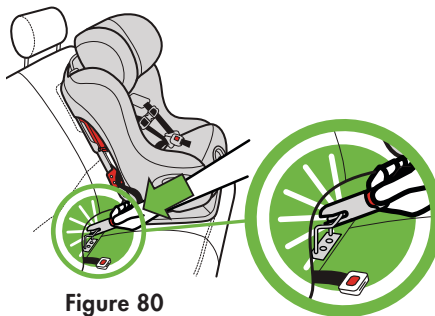

Figure 80
- Veillez que les boutons de réglage rouges du connecteurs DUA sont confrontés à l'écart de la siège d'auto, tel qu'illustré dans la **Figure 80**.
- Alignez le connecteur DUA avec l'ancrage DUA et poussez le connecteur DUA contre l'ancrage jusqu'à ce que le connecteur DUA fasse un déclic, tel qu'illustré dans la **Figure 80**.